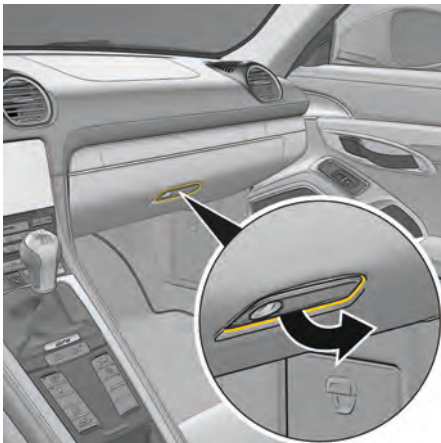

図 84：グローブボックスを開く
- ▶ ハンドル(図 84)を引いて、リッドを開いてください。